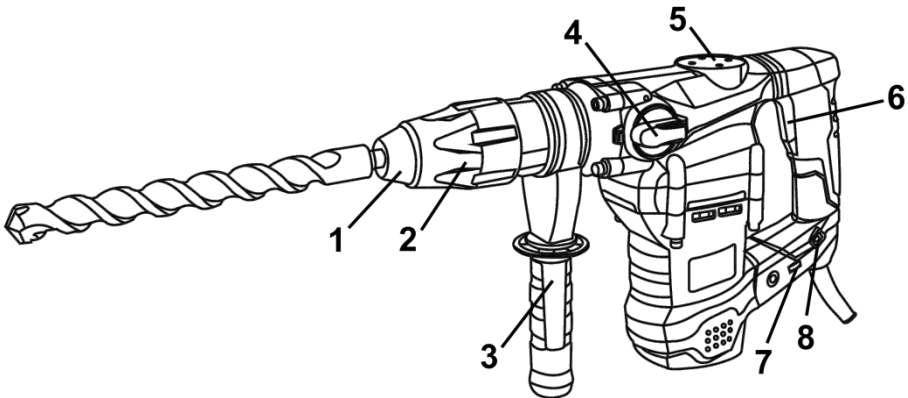

Рисунок 1
5.2 Для вмикання виробу натисніть на курок вимикача **(6)** (рисунок 1). Для вимкнення виробу слід курок відпустити.